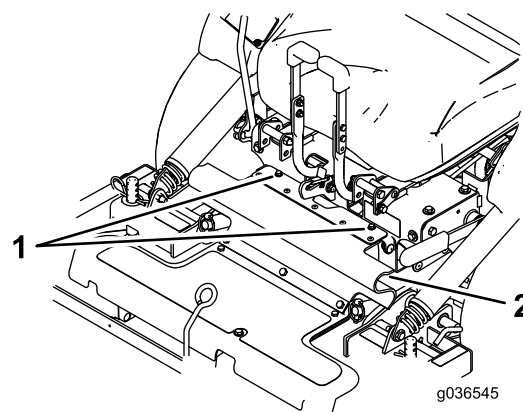

Figura 80
8. Slăbiți uruburile apărătoarei din cauciuc (Figura 80).
8. Aliniați porțiunea superioară a apărătorii din cauciuc și fixați-o cu uruburile ataate (Figura 80).